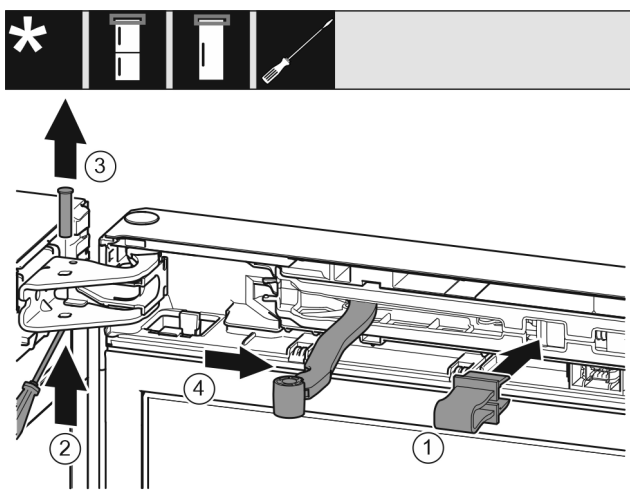

Fig. 10
- Kapni siguresën Fig. 10 (1) në vrimën përkatëse.
- Zhvidhosni bulonin Fig. 10 (2).
- Nxirrni jashtë bulonin Fig. 10 (3) duke e ngritur lart.
Ktheni menteshën Fig. 10 (4) në drejtimin e derës.